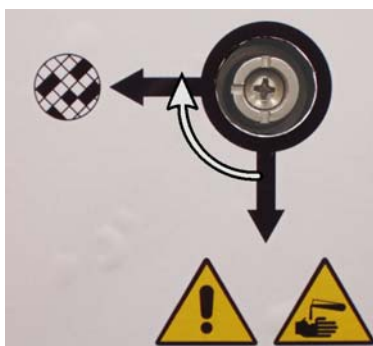

Abbildung 20. Wahlventil in Position für interne Filterung
2. Drehen Sie das Wahlventil eine Viertel Umdrehung im Uhrzeigersinn, damit die Dämpfe zum internen Aktivkohlefilter geleitet werden (siehe Abbildung 20).